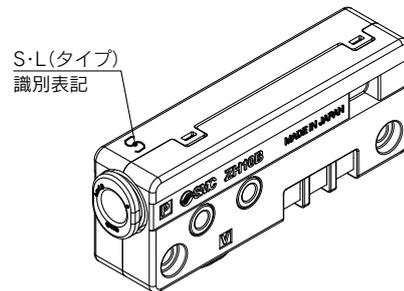

図12
② ボックス形は到達真空圧力(Sタイプ、Lタイプ)によって識別表記記号を設けております。(図12)